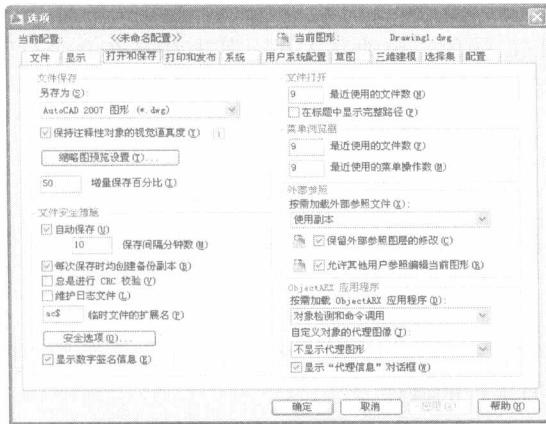

图 1-4 “打开和保存”选项卡
- Step 02** 单击“打开和保存”选项卡，如图 1-4 所示。